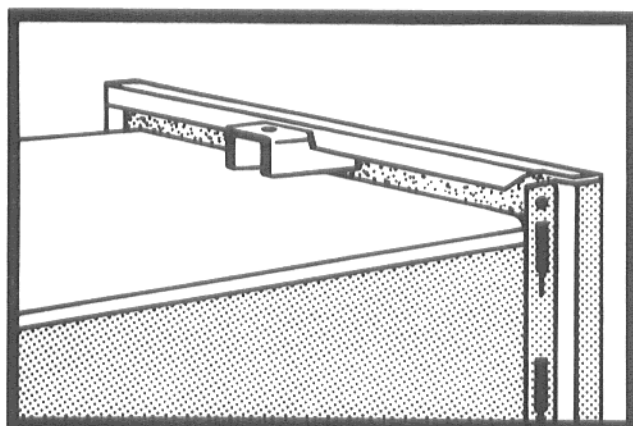
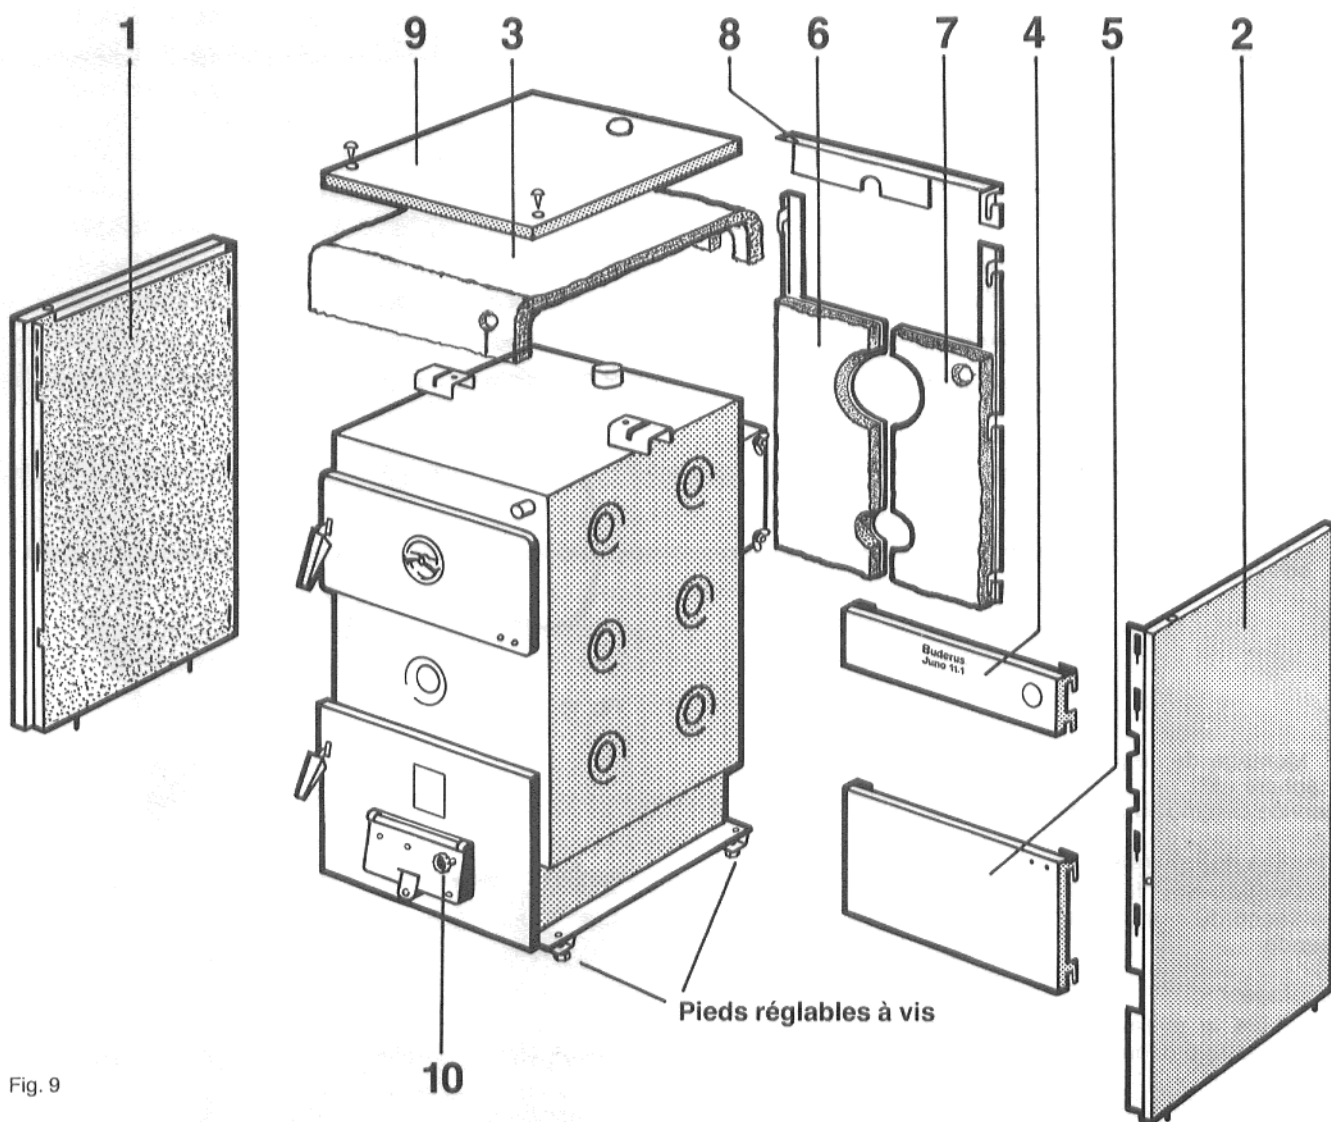

Fig. 8
Fig. 9
1. Introduire les vis des panneaux latéraux (1) et (2) dans les perçages correspondants du socle (fig. 8), et accrocher ces panneaux par le haut, de manière que l'encoche arrière s'emboîte dans le crochet de retenue, (fig. 9).